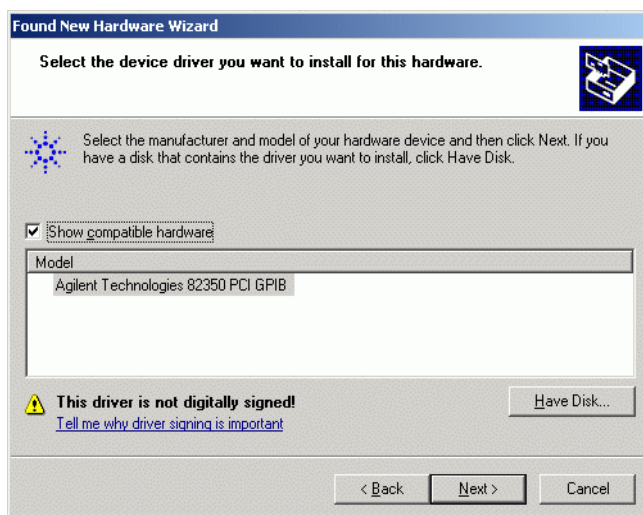

Figura 34 Finestra Hardware wizard: selezione del modello
- 3 Nell'elenco '**Model**' selezionare '**Agilent Technologies 82350 PCI GPIB**' (vedere la Figura 34) e premere **Next**.